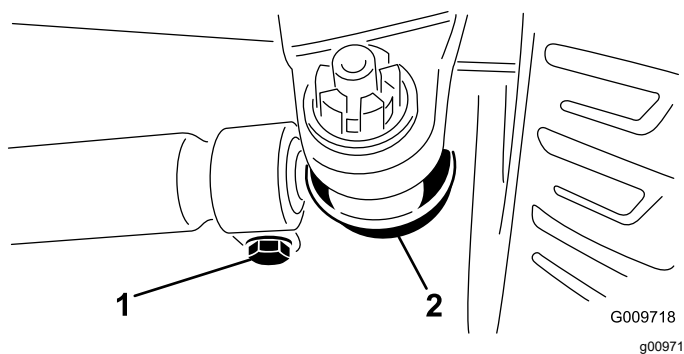

Bild 76
3. Entfernen Sie den Splint und die Mutter von einem der Spurstangen-Kugelgelenke (**Bild 76**). Entfernen Sie das Spurstangen-Kugelgelenk vom Achsständer.
4. Lockern Sie die Klemmen an beiden Enden der Spurstangen (**Bild 76**).